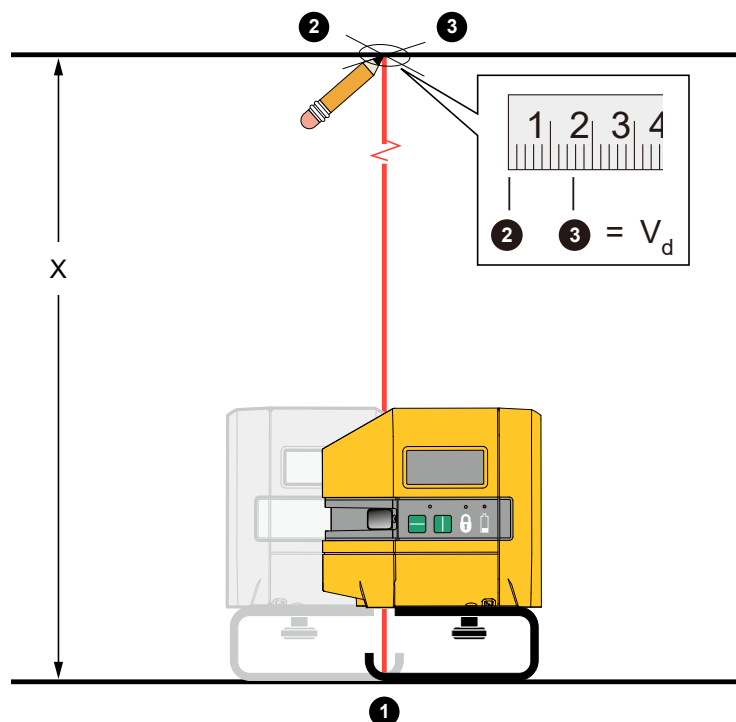

Rysunek 8. Dokładność lasera pionowego
3. Umieść znacznik krzyżowy (znacznik 1) na podłodze, pośrodku znacznika na nadprożu drzwi. Patrz Rysunek 8.